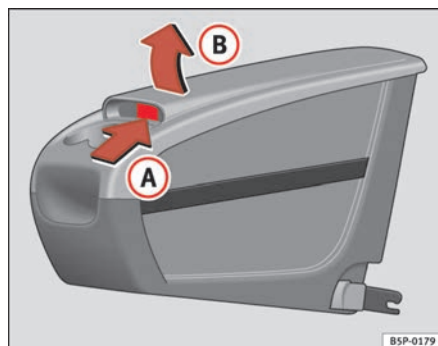

Fig. 114 Portaobjetos móvil. Apertura
- Levante la tapa **B**, por la zona **A** ⇒ fig. 114.